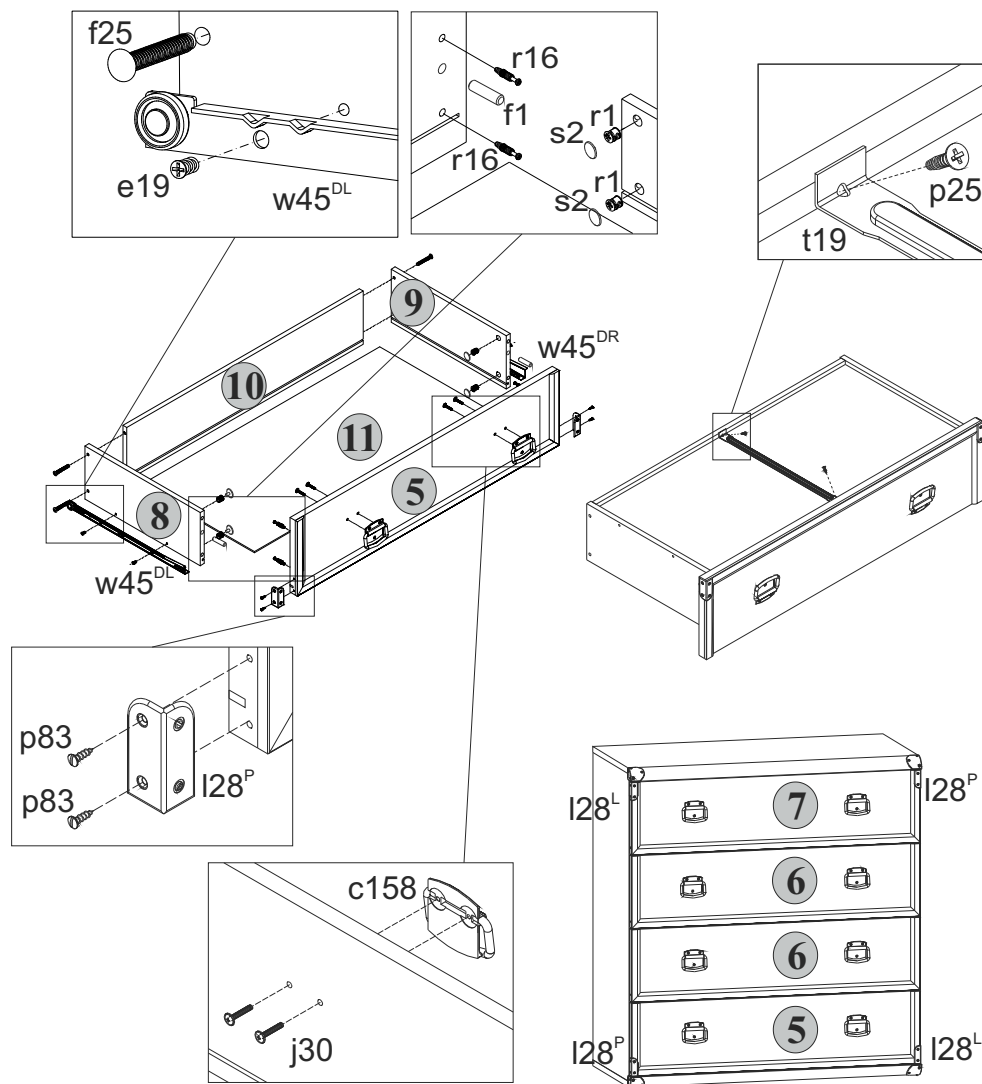

Рис. 3
5.12 В отверстия диаметром 8 мм на передних кромках стенок боковых 8 и 9 корпусов выдвижных ящиков вбить деревянные шканты f1 (см.рис.3).
5.13 В отверстия диаметром 15 мм на внутренних поверхностях стенок боковых 8 и 9 корпусов выдвижных ящиков вставить стяжки эксцентриковые g1 (см.рис.3).
5.14 В отверстия диаметром 5 мм на внутренних поверхностях панелей передних 5, 6 и 7 ящиков выдвижных с помощью крестообразной отвертки вкрутить винты стяжки g16 (см.рис.3).
5.16 Соединить панель переднюю 5 с корпусом ящика выдвижного и затянуть стяжки эксцентриковые r1, пользуясь специальным ключом z1. Закрыть стяжки эксцентриковые заглушками s2 (см.рис.3).
5.18 Соединить панели передние 6 с корпусами ящиков выдвижных и затянуть стяжки эксцентриковые r1, пользуясь специальным ключом z1. Закрыть стяжки эксцентриковые заглушками s2 (см.рис.3).
5.19 Соединить панель переднюю 7 с корпусом ящика выдвижного и затянуть стяжки эксцентриковые r1, пользуясь специальным ключом z1. Закрыть стяжки эксцентриковые заглушками s2 (см.рис.3).